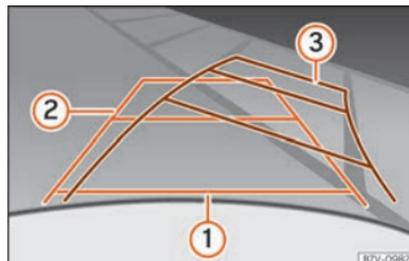

Fig. 255 Afficheur : lignes d'orientation de l'espace pour se garer derrière le véhicule.
Signification des lignes d'orientation projetées sur l'écran » » **fig. 255**. Toutes les longueurs des lignes d'orientation prennent comme référence un véhicule situé sur une surface horizontale. » »
- Passez la marche arrière lentement et tournez le volant de manière à ce que les lignes jaunes d'orientation vous guident jusqu'à la place » fig. 255 ③.